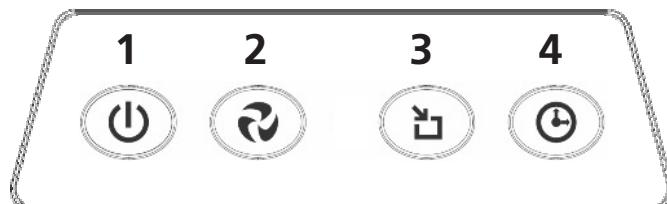
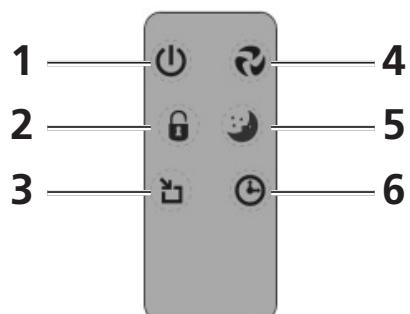

Figura 3
Figura 4
1. Riporta la potenza predisposta nel ventilatore. Premendo il tasto 2 (figura 3) o il tasto 4 del telecomando (figura 4) è possibile regolare la potenza del ventilatore. Premendo più volte questo tasto, la potenza del ventilatore passerà da BASSA (LOW) a MEDIA (MEDIUM) a ALTA (HIGH) e poi ritirerà a BASSA (LOW).